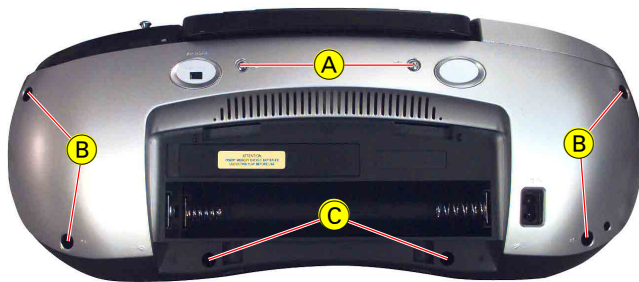

Fig. 1
- 2 Schrauben (A), 4 Schrauben (B) und 2 Schrauben (C) heraus-schrauben (Fig. 1).
- Undo 2 screws (A), 4 screws (B) and 2 screws (C) (Fig. 1).